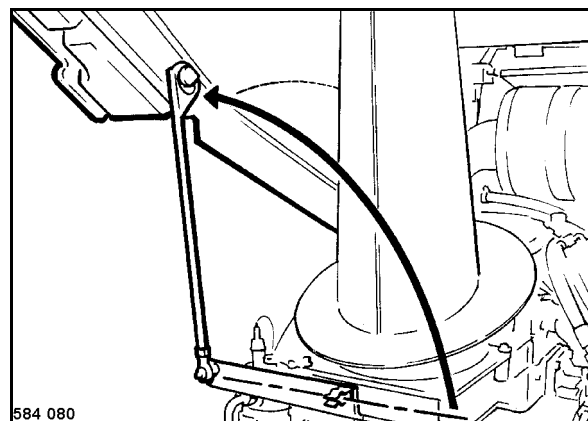

Fig. 60
- Sacar el apoyo de su fijación y apuntalar la cubierta (Fig. 60).